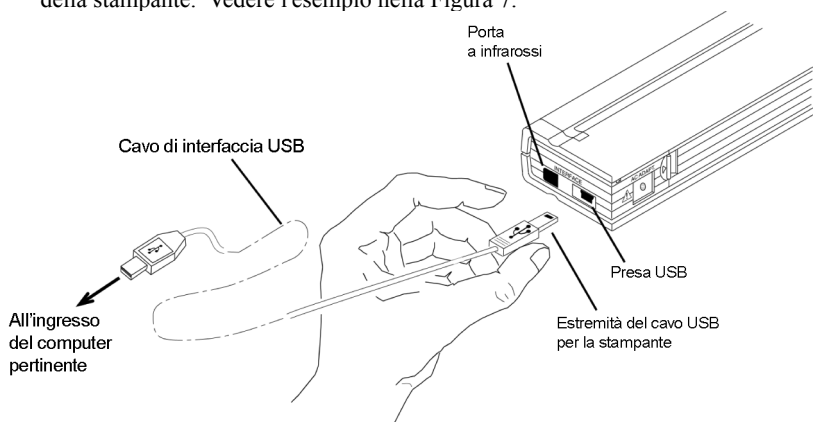

Figura 7. Collegamento della PocketJet al computer
3. Inserire l'estremità per la stampante del cavo nel connettore di interfaccia sul lato della stampante. Vedere l'esempio nella Figura 7.